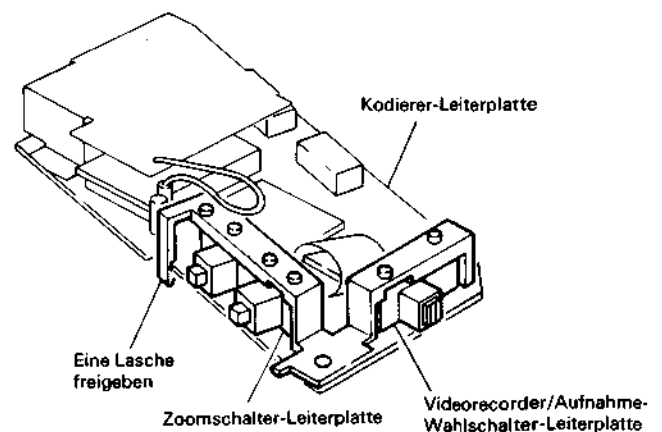

Abb. 2.24 Ausbau der Kodierer-Leiterplatte
5. Eine (1) Lasche freigegeben und den Leiterplattenrahmen abnehmen (siehe Abb. 2.24).